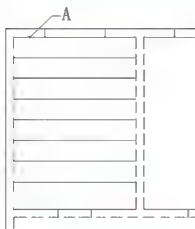

图 5.26 偏移形成楼板
(1) 启动【偏移】命令, 将 A 线以 $620(620=600+20)$ mm 的距离向下偏移 7 次, 如图 5.26 所示。